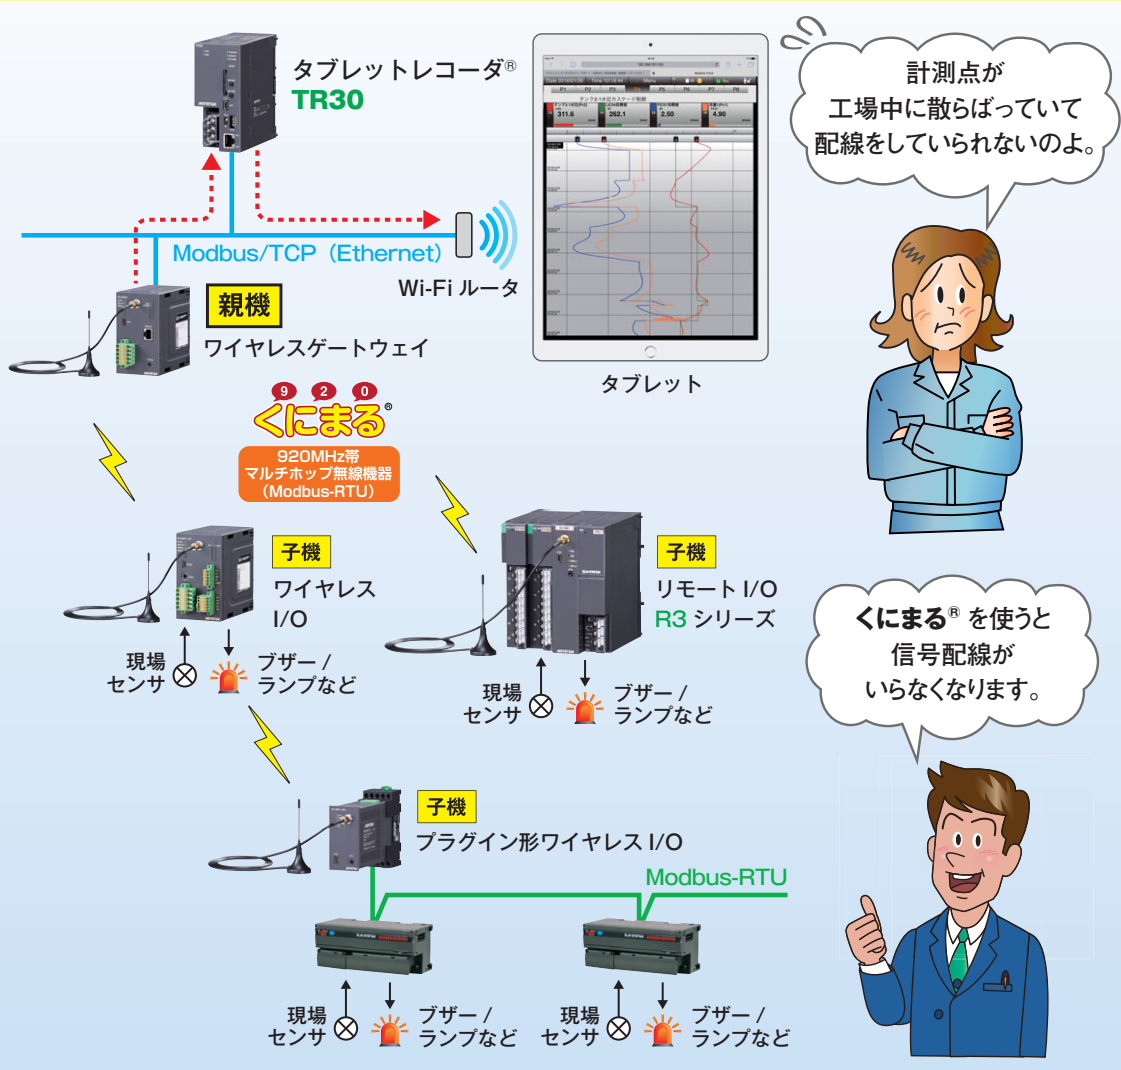

図2 920MHz帯無線I/O「くにもる®」を用いて無線で繋ぎ込む
そして今、そのタブレットレコーダ®に計測信号を取込む方法として、①直接I/Oカードにアナログ信号を繋ぎ込む ②リモートI/Oを用いてアナログ信号を繋ぎ込む ③920MHz帯無線I/O「くにもる®」を用いて無線で繋ぎ込む(図2) ④各種PLCのネットワーク接続口に直接ブチッで、PLCの中で動き回っているアナログ信号を入力信号として繋ぎ込むなどのほか、①②④のうちいくつかを使って同時接続すること